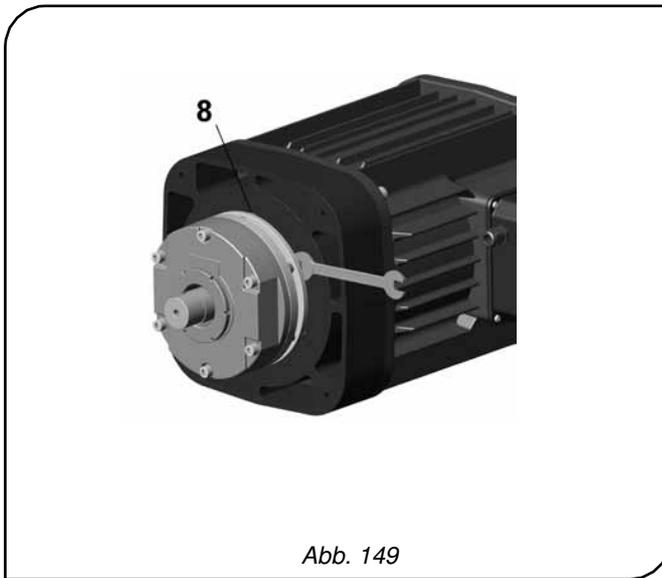

Abb. 149
5. Entfernen Sie den Verriegelungsring vom Bremsklotz, indem Sie, wenn nötig, einen Schraubenzieher in den Schlitz des Verriegelungsringes (Abb. 149) einführen.